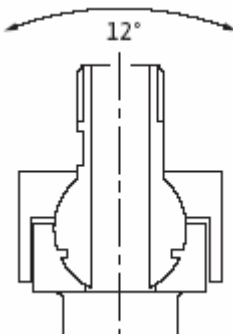

Рис.8
- При креплении напорного трубопровода соблюдать границы возможных соединений применения см. рис.8